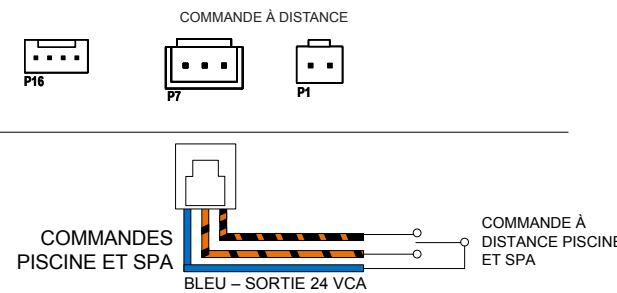

Figure 63. Installation du faisceau de la télécommande 3 fils
- Sur le faisceau d'interface à 3 fils de la télécommande, connectez le fil BLEU d'un côté du contrôleur d'automatisation à distance et connectez le fil ORANGE/NOIR pour le fonctionnement « SPA » et le fil NOIR/ORANGE pour le fonctionnement « POOL ». Voir Figure 63.
- Placez le faisceau de la commande à distance à 3 fils sur le connecteur « P7 » et mettez l'appareil sous tension. Voir Figure 63.